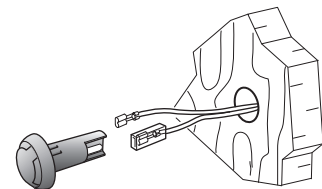

Bild 20
- Borra ett hål Ø 10 mm (Bild 20).